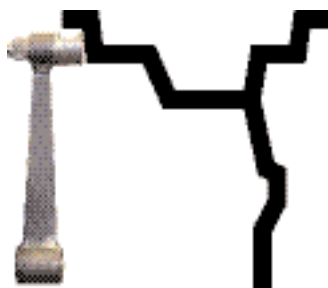

Рис. 10.1
10.2. Данная модель СБ снабжена устройством, позволяющим автоматически вводить диаметр " d " колеса и дистанцию " A ". Для этого необходимо, взяв за рукоятку, вытянуть из корпуса СБ штангу ввода параметров, подвести палец на конце рукоятки к месту установки корректирующих грузов на внутренней стороне обода (см. рис. 10.1) и удерживать штангу в этом положении до появления звукового сигнала, после чего вернуть штангу в исходное положение.